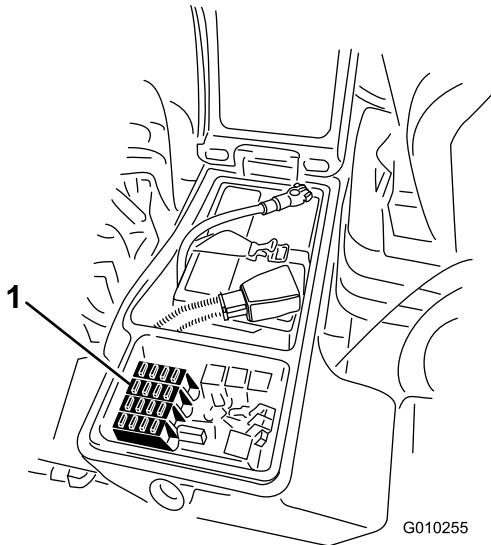
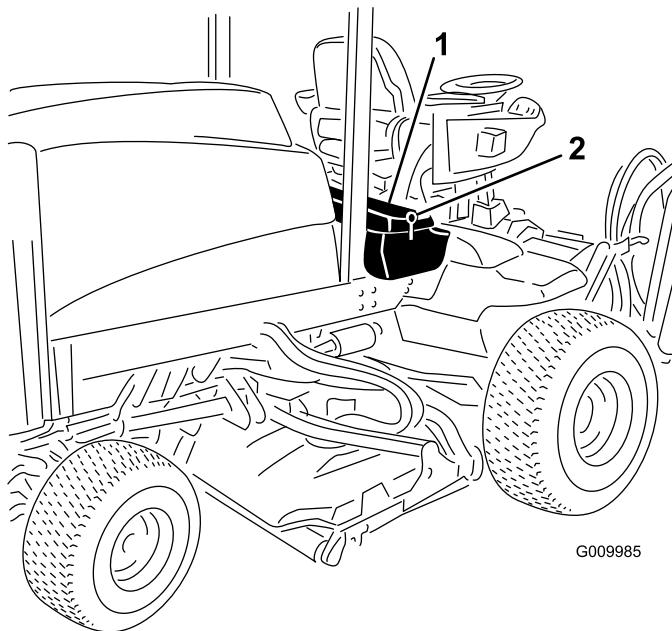

Figura 48
Figura 47
3. Chiudete il coperchio del vano portaoggetti di destra e fissatelo con il dispositivo di chiusura (Figura 47).
1. Allentate il fermo del coperchio del vano portaoggetti di destra e sollevate il coperchio (Figura 47) per esporre il portafusibili (Figura 48).
2. Sostituite il fusibile aperto (o fusibili aperti) come opportuno (Figura 48).